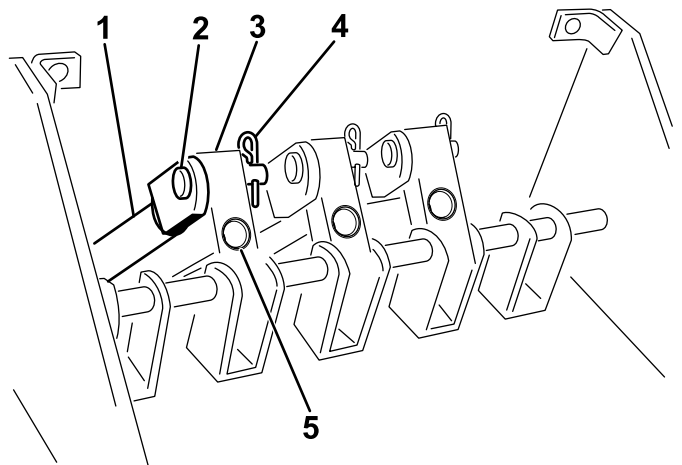
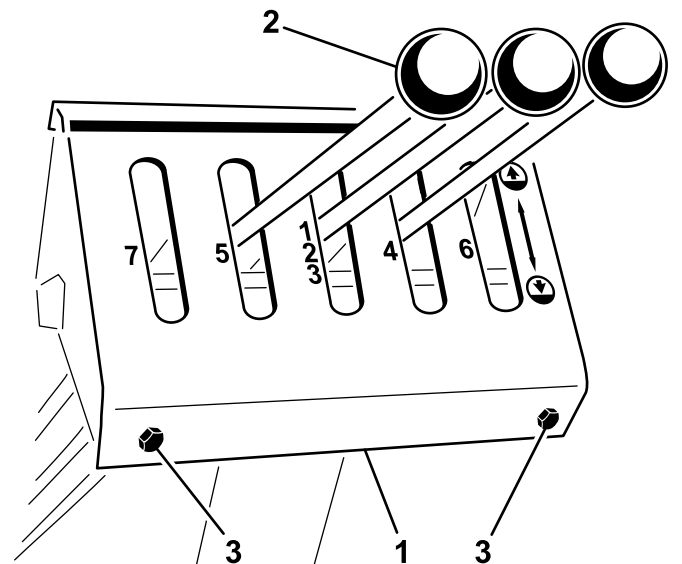

图 7
图 8
4. 用 4 个对应的平头螺丝将控制面板护罩安装到控制塔上图 8。
5. 将控制杆拧入枢轴块图 7 和图 8。
1. 卸下 4 个平头螺丝从控制塔上卸下控制面板护罩图 8。
2. 用柱销与开口销将上控制联动装置管固定到枢轴块上图 7。